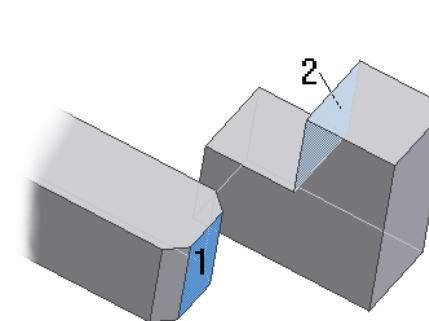

Figura 3.9.9.
- aliniere **Type - Mate, Solution - Mate, Offset = 0** față laterală dreapta **Stâlp față 1 Podium 2** – lansare comandă **Constraint**, click punctul 1, click punctul 2, butonul **Apply**, figura 3.9.9. În urma operației, panelul **Browser Bar**, afișat în modul **Modeling View**, este completat cu intrarea **Mate**, redenumită **Mate ST-POD 2 Fata 1**.